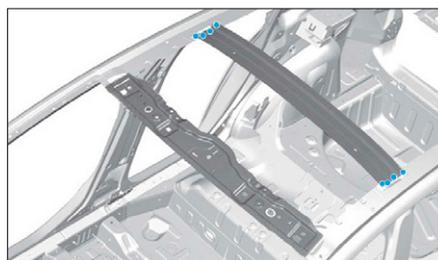

FIG. 154
- Souder par points électriques (Fig.154).